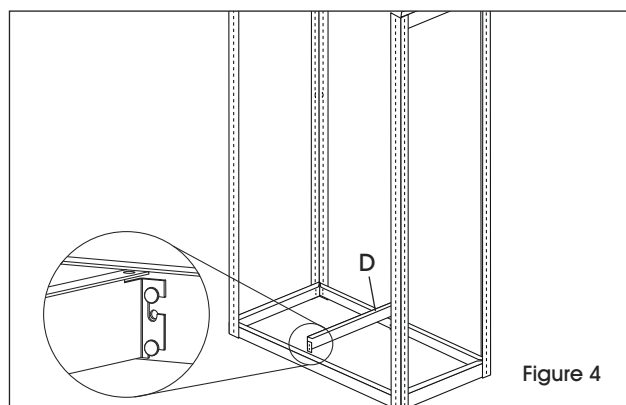

Figure 4
4. Fixez un support de tablette (D) à chaque niveau en plaçant les fentes (du support de tablette) sur les rivets (sur le support avant/arrière) et en les tapotant en place. (Voir Figure 4)